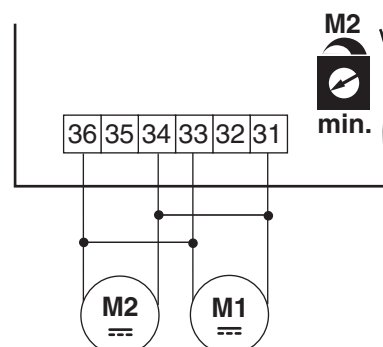

Abb. 5.1
M1 (M2) 	Motorlaufzeit 1 (2). Von 0 bis 45 s. Das Öffnungs- Schließmanöver ist in die Abb. 3.3 und 3.4 schematisch dargestellt: das Manöver setzt sich zusammen zu einem Teil aus der mit VM eingestellten Geschwindigkeit der Dauer M1 (M2) und zum anderen aus einer gleichbleibenden Geschwindigkeitsabnahme (5 s beim Öffnen und 10 s beim Schließen). Mit M2 minimal erhält man den Betrieb mit nur 1 Motor oder mit 2 Motoren in Parallelschaltung, welche gleichzeitig durch M1 geregelt werden (zum Beispiel bei Anwendung am selben Torflügel), Anschluss siehe Abb. 5.1.
Es können 2 Motoren wie in Abb. 5.1 in Parallelschaltung angeschlossen werden (z. B. mit zwei BOX-Motoren).